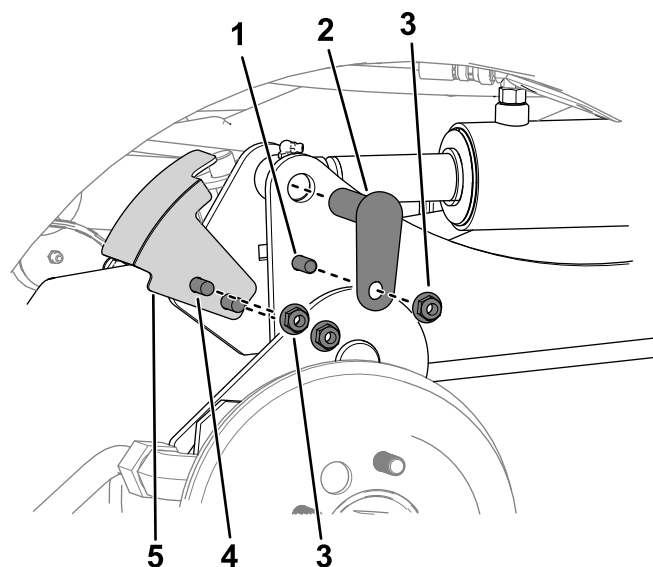

図3
- B. センサーブラケットを右昇降アームに固定しているキャリッジボルト2本とナット $\frac{3}{8}$ "2個を外す **図3**。
- C. 昇降アームをシリンダに固定しているボルト $\frac{3}{8}$  x  $1\frac{1}{4}$ "2本、ナット $\frac{3}{8}$ "2個、小さいピン2本を外す **図3**。